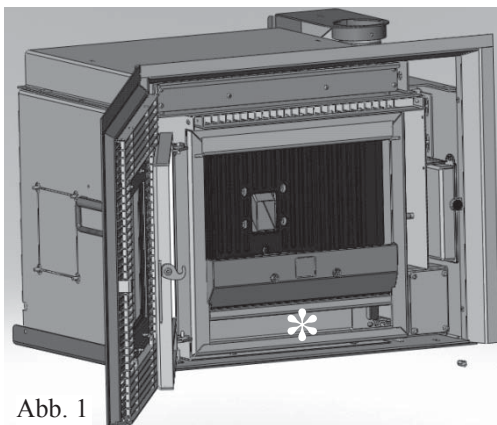

Abb. 1
- Den Feuerraum und das Fach unter dem Feuerraum reinigen (✿ (Abb. 1)).